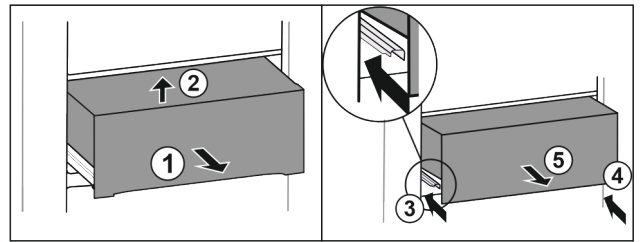

Fig. 40*
- ▶ Витягніть ящик на половину Fig. 40 (1).*
- ▶ Підняти вперед Fig. 40 (2).*
- ▶ Вставити ліву рейку Fig. 40 (3).*
- ▶ Вставити праву рейку Fig. 40 (4).*
- ▶ Вийняти висувний ящик рухом вперед Fig. 40 (5).*